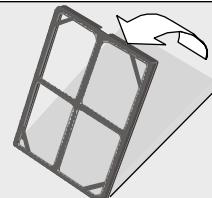

Fig. 29
- Vérifiez que le filtre purificateur est placé dans le positionneur, dans le cas contraire, placez-le comme indiqué dans la **Fig 29**. Placez la partie obscure du filtre en contact avec le positionneur.